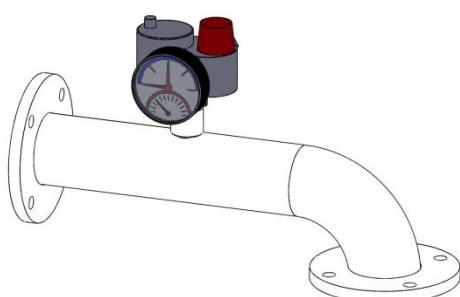

Рис.11
- ж) Группа безопасности (Рис.11)